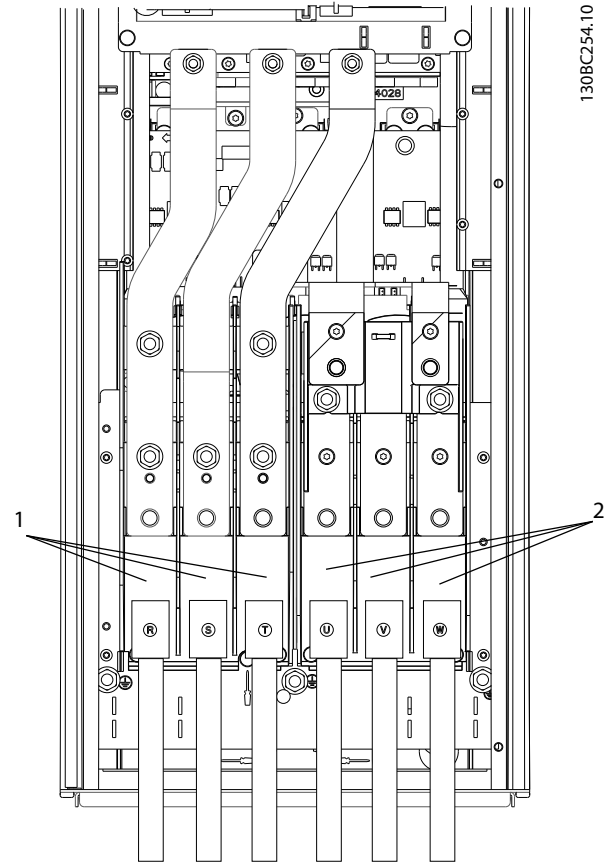

Abbildung 2.23 Netzanschluss
- Schließen Sie die 3 Phasen des Netzeingangs an die Klemmen L1, L2 und L3 an (siehe Abbildung 2.23).